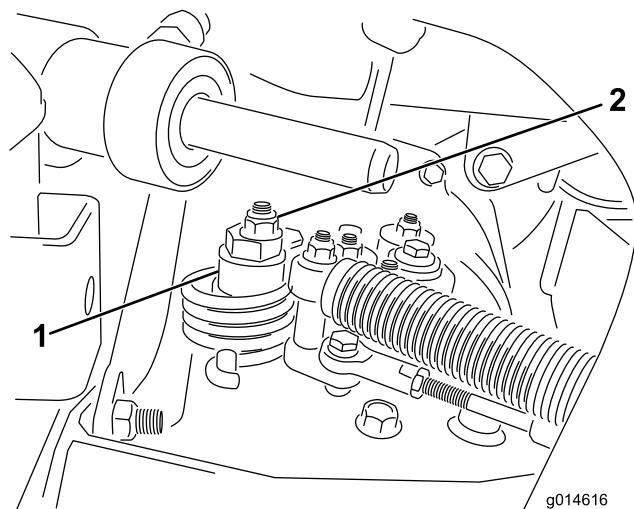

Figura 46
- A. Liberte a porca que fixa o disco excêntrico ao cimo do hidróstato (Figura 46).
- C. Rode o disco excêntrico até eliminar a deslocação em qualquer um dos sentidos. Quando a roda deixar de rodar, aperte a porca, bloqueando deste modo o disco excêntrico e fixando a posição de ajuste (Figura 46). Verifique se o ajuste é o adequado colocando o regulador nas posições LENTO e RÁPIDO.